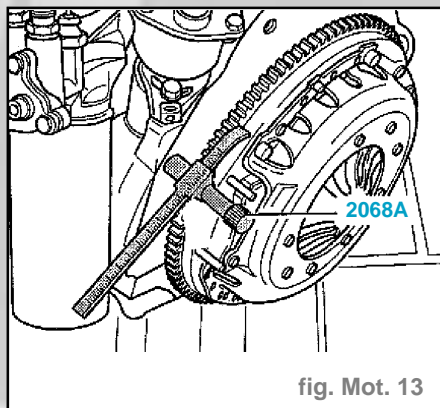

fig. Mot. 13
- Si le moteur est déposé, l'amener au PMH du cylindre 1 en procédant comme suit (fig. Mot. 13) :